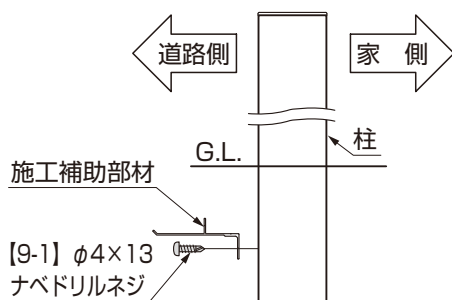

図5-32
- ①「1. 施工の前の重要確認事項 1-4 部材の加工」を参照して施工補助部材取付用のφ3.5の穴を柱の道路側面にあけてください。
- ②「1. 施工の前の重要確認事項 1-4 部材の加工」を参照して施工補助部材の加工を行ってください。
- ③①であけた穴に施工補助部材を【9-1】で取付けてください（図5-32）